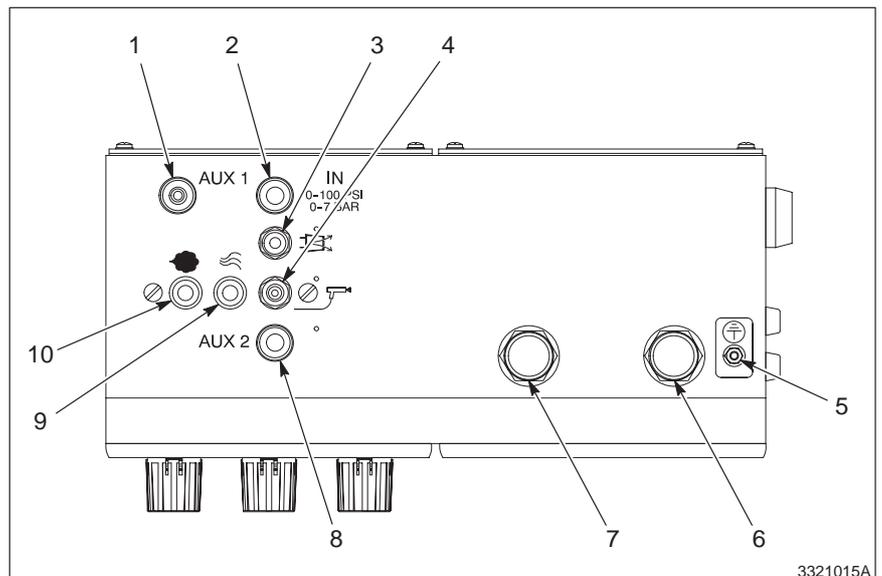

Abb. 2-6 Anschlüsse (Boden)
Siehe Abbildung 2-6 und Tabelle 2-3.
Tab. 2-3 In Abbildung 2-6 dargestellte Elemente
1. Siehe Abbildung 2-6. Die 10mm-Leitung von der Druckluftversorgung an den mit IN (2) gekennzeichneten Anschluß auf der Unterseite des Gerätes anschließen.
1. Siehe Abbildung 2-6. Die blaue 8mm-Leitung an den Zerstäubungs-luftanschluß (9) auf der Unterseite des Gerätes anschließen.
2. Die schwarze 8mm-Leitung an den Anschluß (10) auf der Unterseite des Gerätes anschließen, über den die Druckluft für die Durchflußgeschwindigkeit zugeführt wird.
4. Die 10mm-Leitung zu dem mit AUX 1 bezeichneten Anschluß auf der Unterseite des Gerätes verlegen. Vom Druckluftausgang AUX 1 (1) wird der Anschluß für die Wirbelluft in einem Pulverzuführtrichter hergestellt. Vom Druckluftausgang AUX 2 (8) wird der Anschluß zu dem Vibrationsmotor eines Kastentrichters hergestellt.